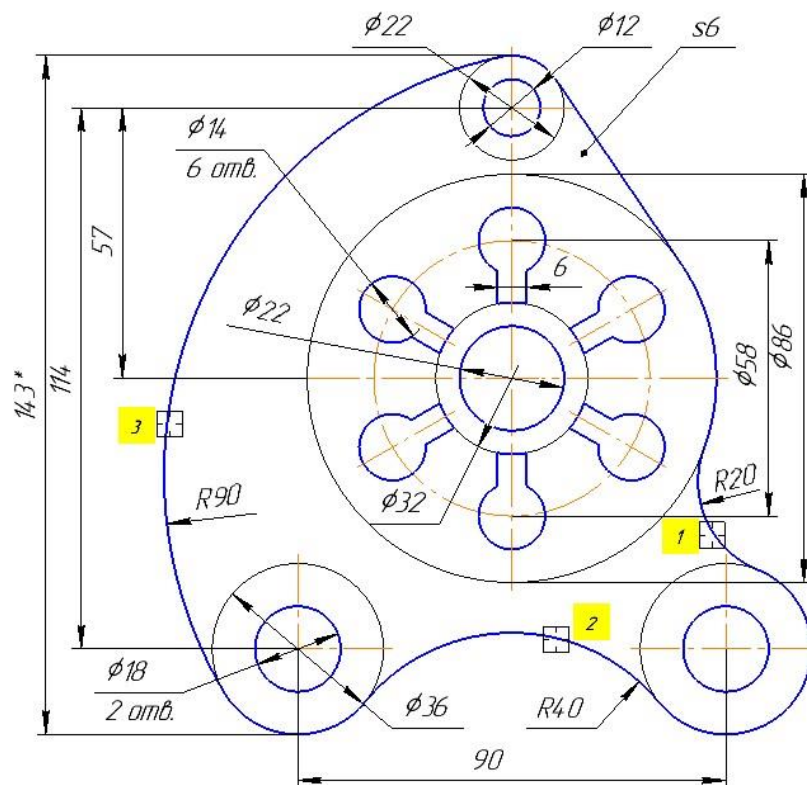

Рис. 4.6. Нанесення розмірів радіуса
4.1.11. Аналогічно пунктам 4.1.8...4.1.10 самостійно нанесіть розміри діаметрів кіл, що залишились ($\varnothing 12$, $\varnothing 22$, 2 отв. $\varnothing 18$, $\varnothing 36$), рис. 4.6.
4.2.1. Нанесіть радіальний розмір R20 на зображення дуги (курсор 1) за допомогою команди *Радиальный размер* , рис. 4.6. Вкажіть дугу і натисніть кнопку *Не от центра* у списку *Тип*.
4.2.2. Нанесіть радіальний розмір R40 на зображення дуги (курсор 2) аналогічно п. 4.2.1, рис. 4.6. Для того, щоб розташувати розмір на полиці відкрийте список *Размещение текста* та вкажіть *Влево* . Також для розміщення розмірного напису на полиці можна вказати дугу, натиснути *<Ctrl>* і переміщати курсор – так ви можете задати початок полиці та її напрямок - вправо або вліво.
4.3. Позначте товщину плоскої деталі літерою *s* з подальшою вказівкою розмірного числа 6 мм, рис. 4.6.